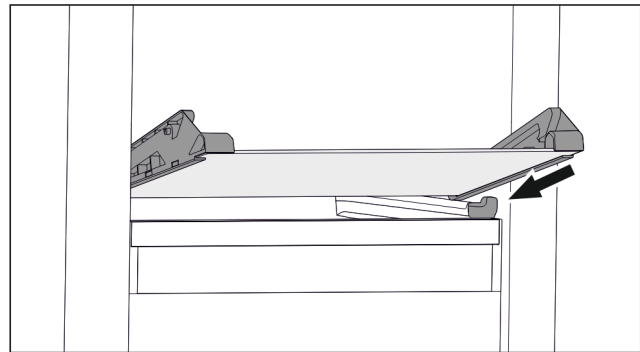

Fig. 62 Glasplatte des abklippbaren Schubfachs
- ▶ Glasplatte schräg hinter den Stopperrn aufsetzen. (siehe Fig. 62)